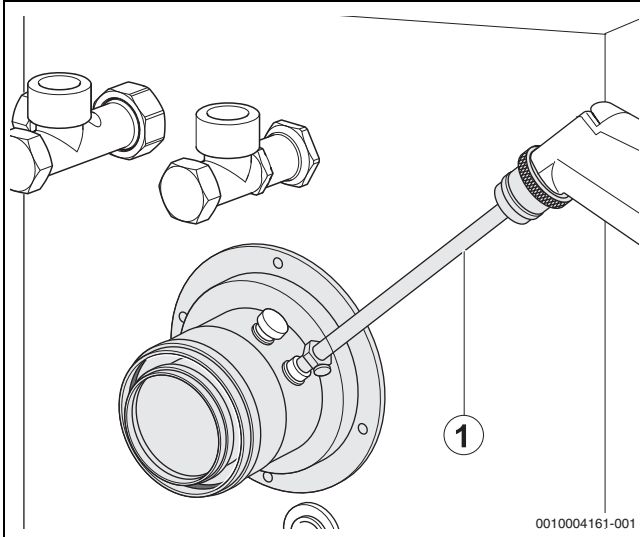

Bild 52 Messwerte aufnehmen
- ▶ Messfühler durch die Messöffnung (→ Bild 52, Seite 29) im Abgasrohr in den Kernstrom halten und CO₂-Gehalt kontrollieren.